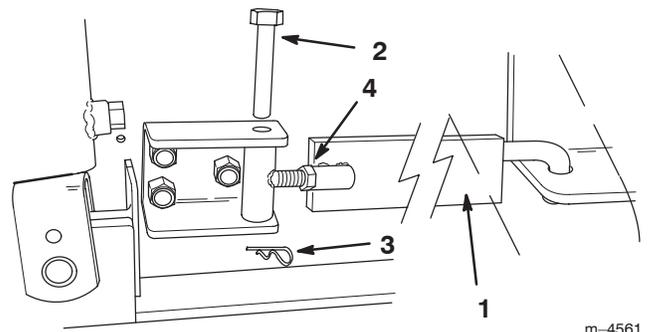

Figure 17
19. Pour utiliser la pelle rétro sur une unité de traction Dingo série 200/300, monter les barres latérales de chaque côté comme illustré à la Figure 17. Les décalcomanies doivent être visibles sur chaque barre après montage.
IMPORTANT : Si la mise en place des barres est malaisée, les retirer, desserrer le contre-écrou et visser les deux parties de chaque barre latérale dans un sens ou dans l'autre, pour les écarter ou les rapprocher, de manière à ajuster la barre le plus exactement possible (Fig. 17). Resserrer ensuite le contre-écrou.
- A. Retirer les goupilles épingles et les axes de fixation des barres latérales, et déposer les barres (Fig. 17).